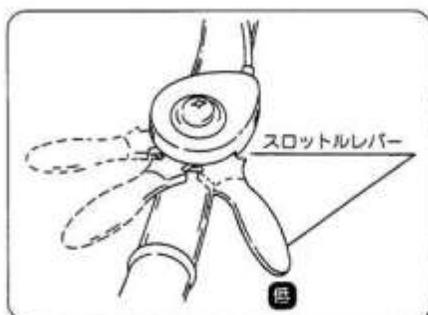

図22
- 1 スロットルレバーを「低速」にもどし、停止スイッチを「OFF」位置にしてください。(図22・23)